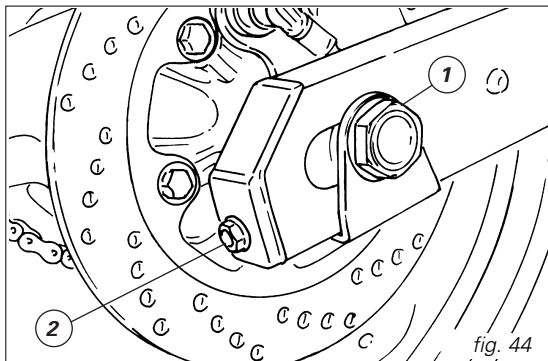

fig. 44
Para ajustar el tensado aflojar la tuerca (1, fig. 44) del perno rueda; atornillar en igual medida en el sentido de las agujas del reloj el tornillo (2), en ambos lados del basculante, para aumentar el tensado o destornillar para disminuirlo. En este último caso es necesario empujar hacia adelante la rueda.